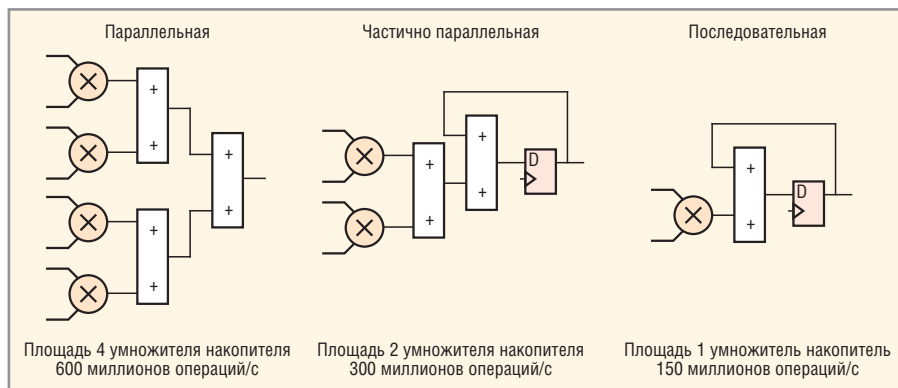

Рис. 2. Возможность выбора между быстродействием и ресурсами
- 2) возможность выбора между алгоритмами и ресурсами (см. рис. 2);